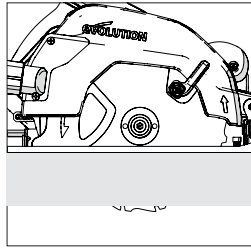

Abb. 12
- In den meisten Fällen sollte die Schnitttiefe auf die Dicke des zu schneidenden Materials plus die halbe Tiefe eines Sägezahns (Spitze des Sägezahns bis zum breitesten Teil) eingestellt werden. (**Abb. 12**)
(13) EINSTELLEN DES SCHNITTWINKELS (SCHRÄGE)